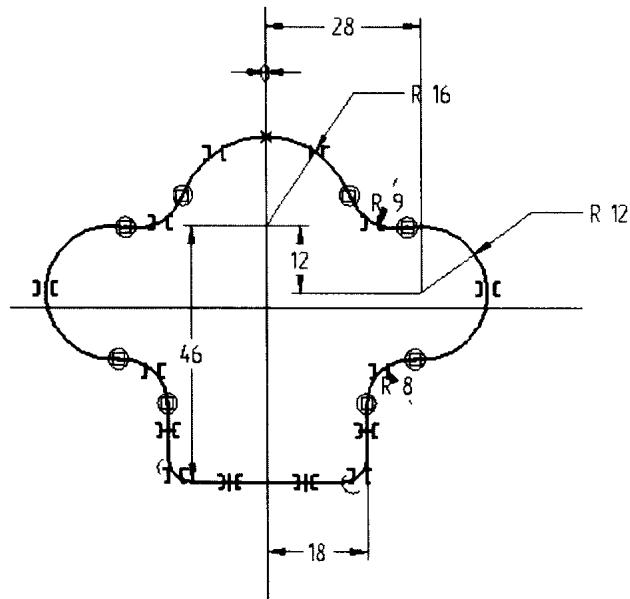

图 1-9
6. 选择镜像命令 ，镜像后的二维草图轮廓如图 1-9 所示。